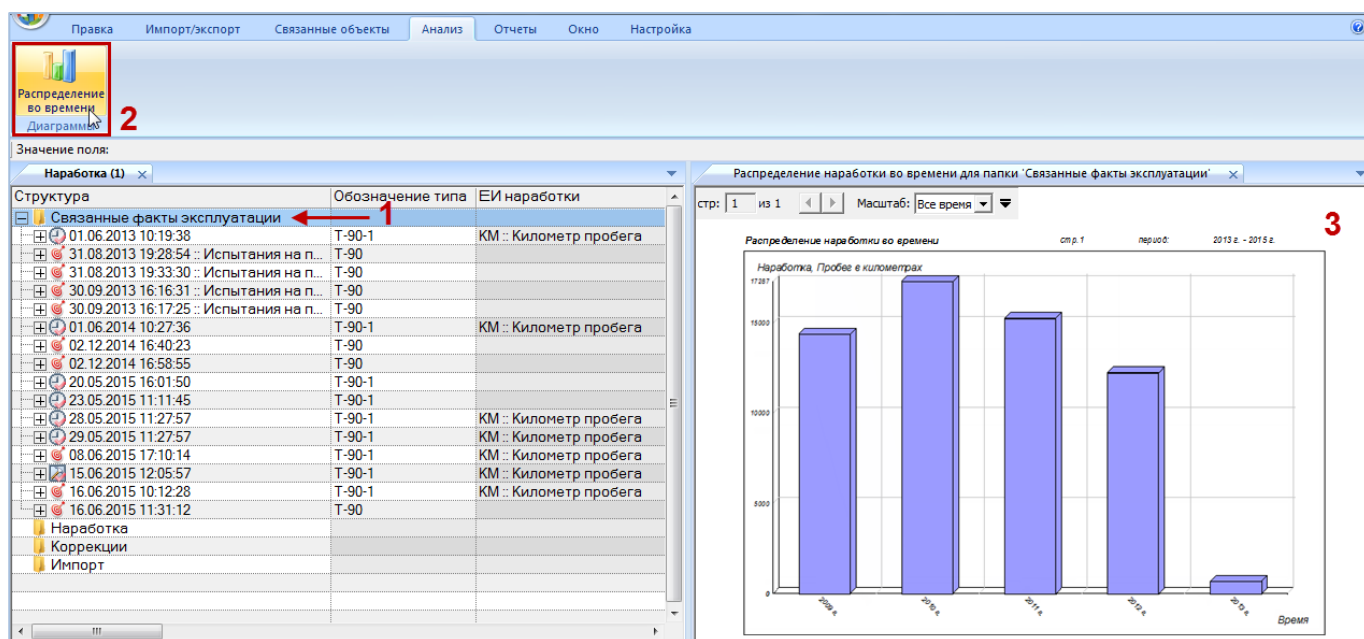

Рис. 25-30 – Построение диаграммы по наработке
- 2) Нажать кнопку «Распределение во времени» панели «Диаграммы» на вкладке «Анализ» (2 на рис. 25-30).
3) В отдельном рабочем окне отображается диаграмма по наработке (3 на рис. 25-30). Краткое описание инструментов панели «Файл» для диаграмм приведено в разделе Панель «Диаграммы», стр. 64.